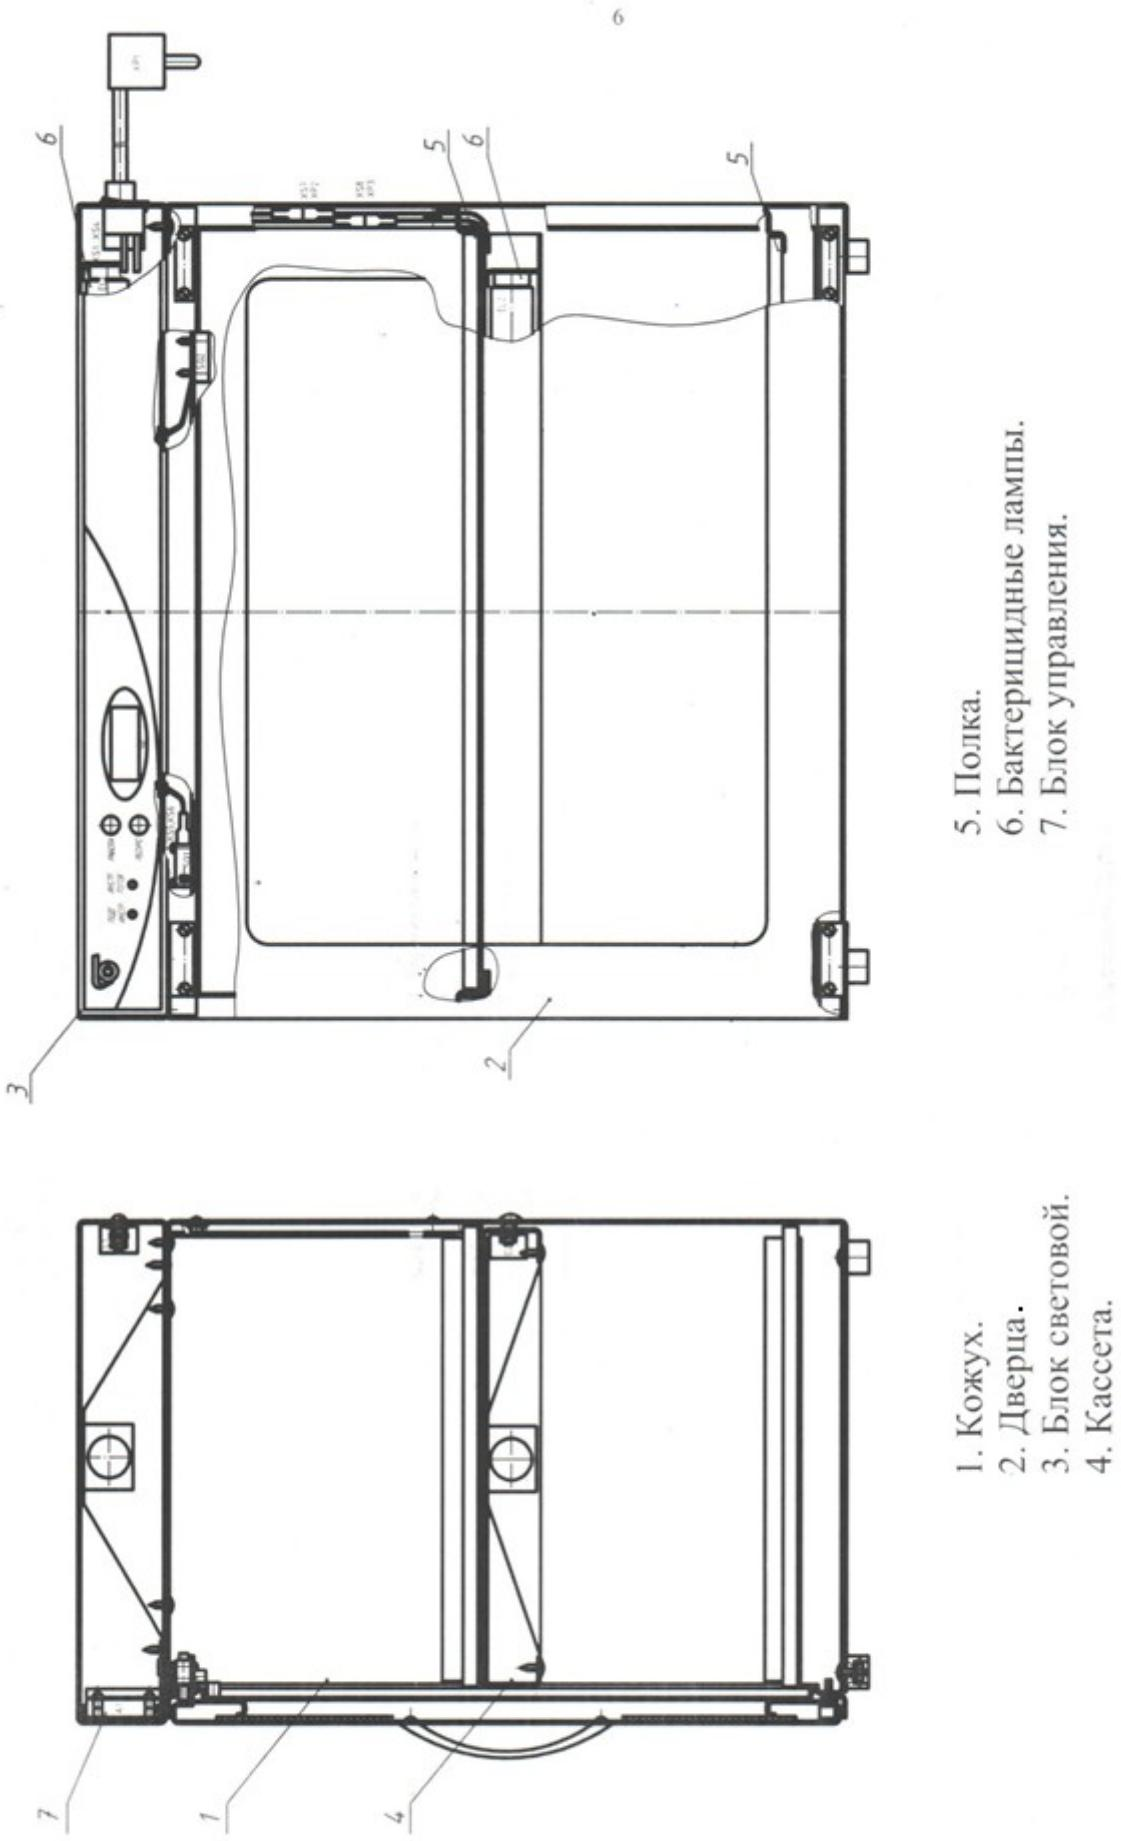

Рис.1. Внешний вид КБУ-1 СПУ.
5.1 Камера (рисунок 1) состоит из: